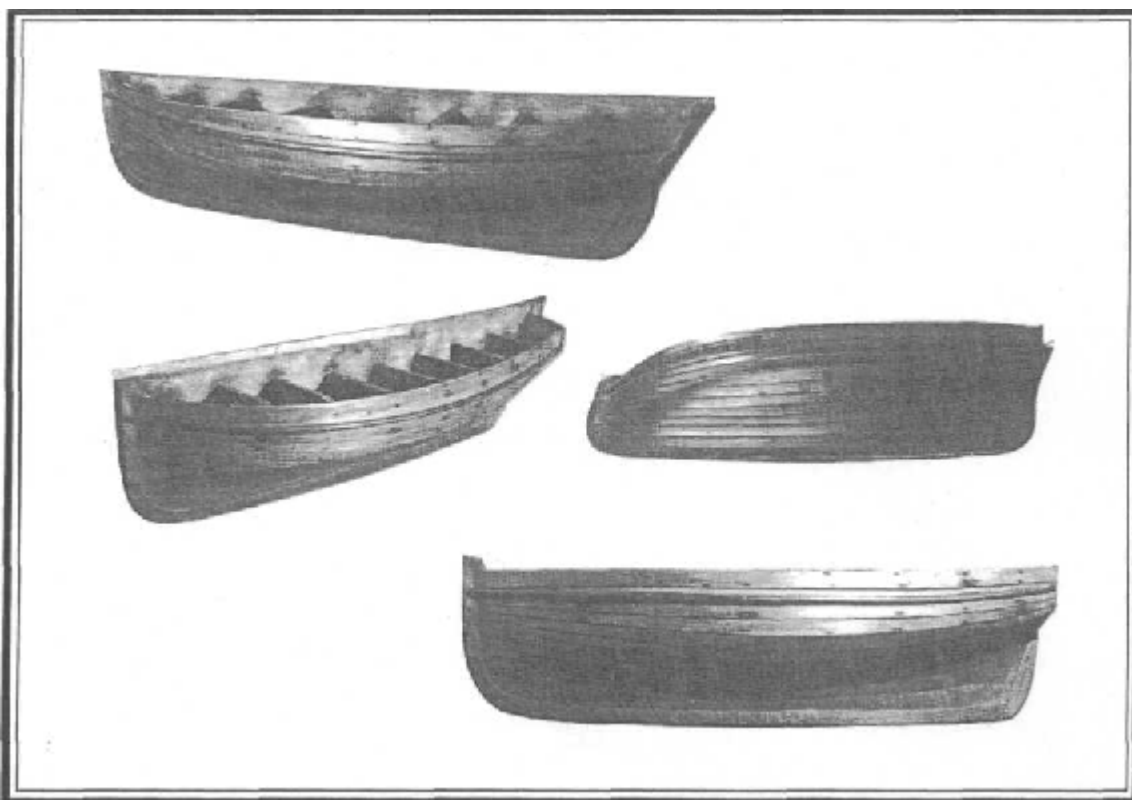

Fig 2 : Projet de chaloupe de plaisance, 1900. *L'Aiglon*. Arthur Labrègue.
b) Le modèle en charpente simplifiée. Nous prendrons l'exemple de *l'Aiglon*, remarquable chaloupe bordée à clins construite en 1900 par Arthur Labrègue (fig. 2). Ordinairement, nous l'avons vu, ce type de bateau se construit sur gabarits, pour les armements à la pêche. Le cas de *l'Aiglon* est différent. Construit pour la plaisance, il s'agit de s'entendre avec le futur propriétaire sur l'aspect de son bateau. Le modèle bordé soigneusement en orme sert à l'élaboration du projet, pour l'entente entre les deux parties, mais non à la construction elle-même.